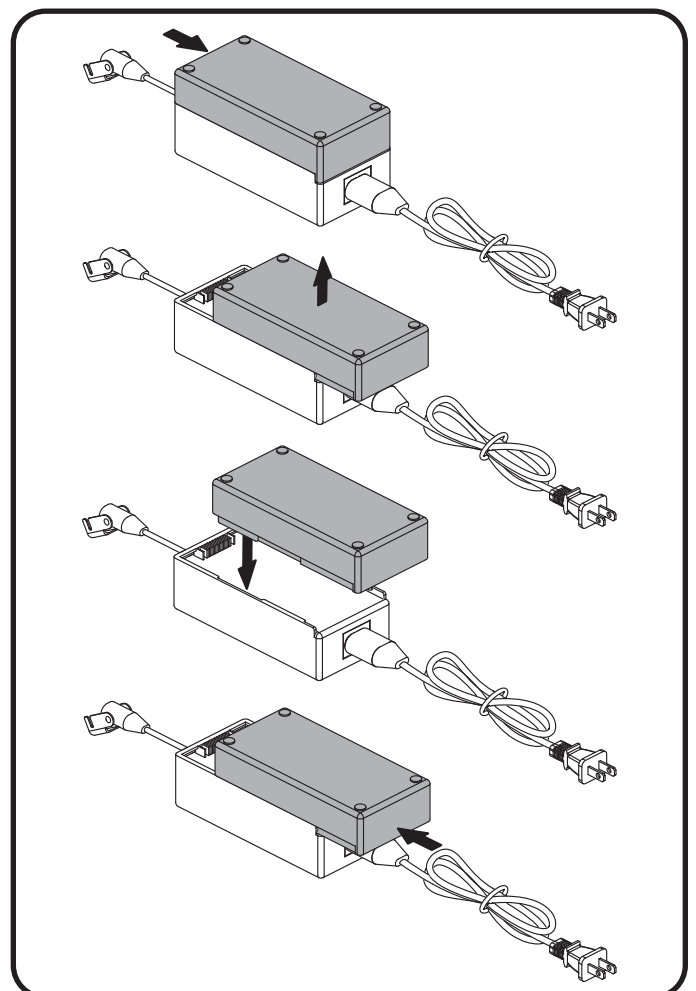

Figure 4.6 Remplacement du batterie au Lithium-ion
2. Positionnez le transformateur externe de sorte que la batterie lithium-ion soit orientée vers le haut (fig. 4.6).
5. Placez la nouvelle batterie lithium-ion sur le transformateur externe avec les rainures de fixation vers le transformateur externe (fig. 4.6).